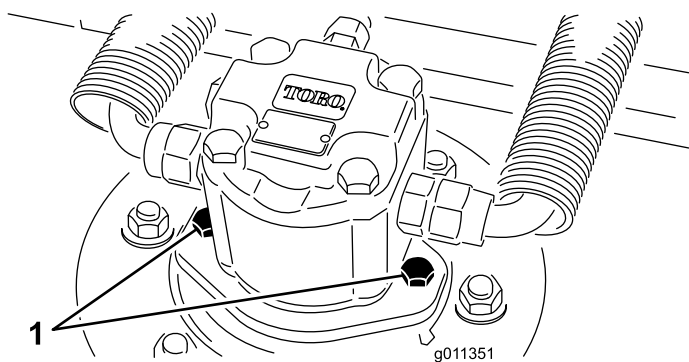

Рисунок 61
2. Отсоедините и снимите гидромотор с деки (Рисунок 61). Накройте верхнюю часть шпинделя для предотвращения загрязнения.
4. Установите гидромотор на деку (Рисунок 61). Убедитесь в том, что уплотнительное кольцо находится в штатном положении и не повреждено.